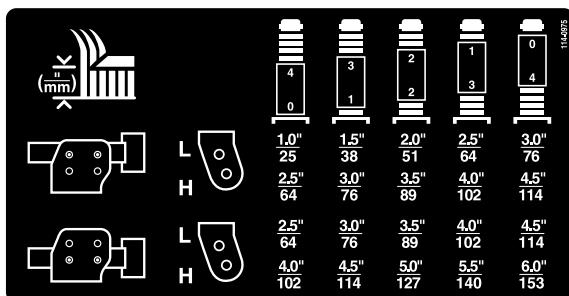

Figura 28
2. Coloque los ejes de las ruedas giratorias en el mismo taladro en todas las horquillas. Consulte en la tabla (Figura 28) los taladros correctos para cada altura.